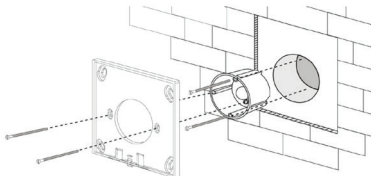

Рис.2. Установка основания.
3.3. Закрепите основание на стене (Рис.2.)